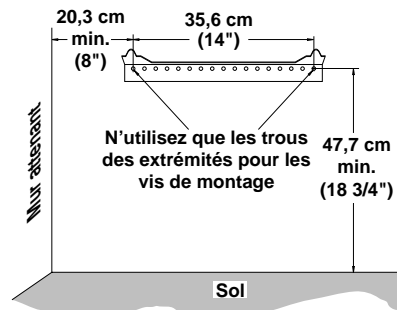

Figure 15 - Espaces à laisser libres autour du support de montage
**⚠ AVERTISSEMENT : Respecter les écartements indiqués à la figure 15. Dans la mesure du possible, placer l'appareil plus loin du sol et du mur attenant.**
2. Marquez l'emplacement des vis sur le mur (voir la figure 15).